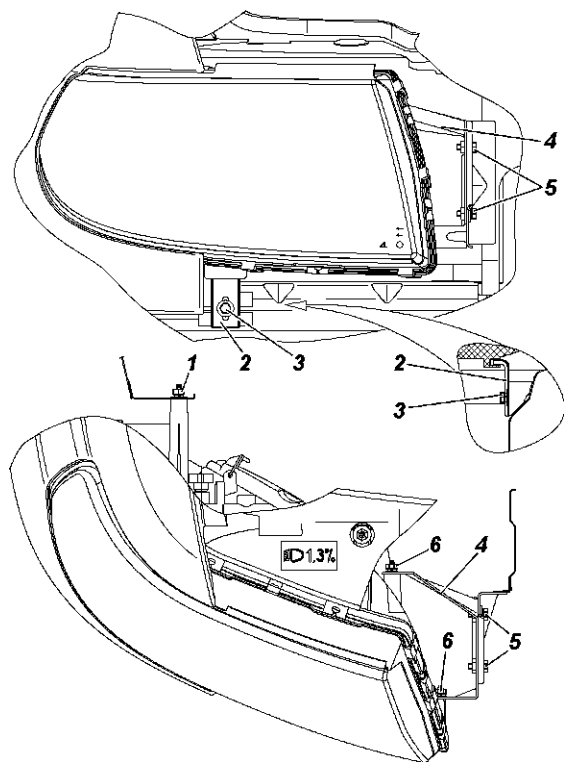

Рис. 14.9. Крепление фары:
- отверните гайку 1 (рис. 14.9) и снимите шайбы;